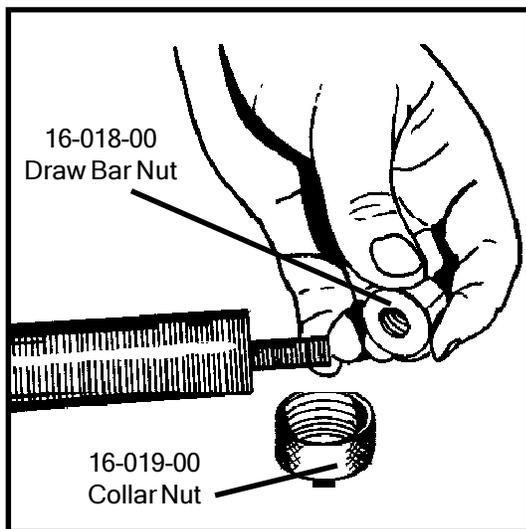

Figure 1
2. Remove the collar nut (16-019-00) and draw bar nut (16-018-00) (Figure 1).